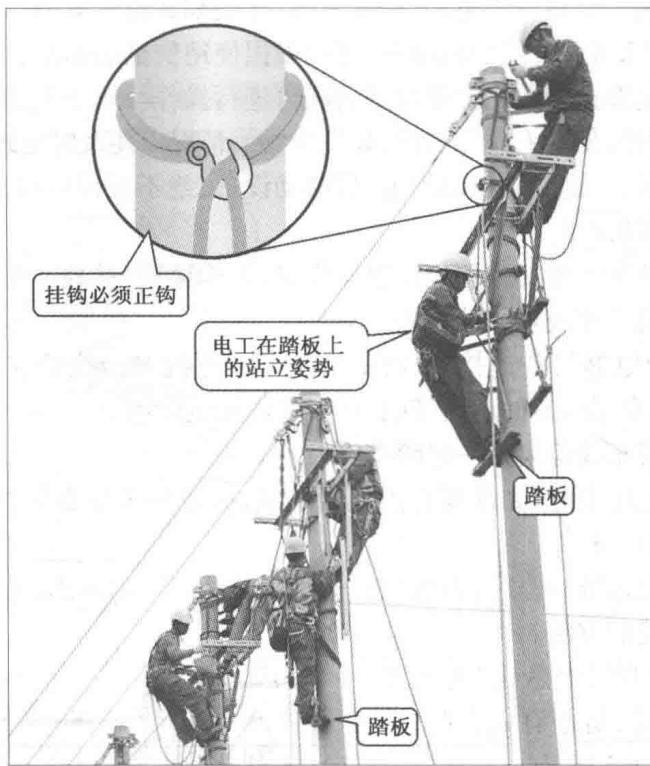

图 1-6 踏板的检查
⑨在使用踏板前,电工应先检查有无裂纹、腐蚀,并须经过人体冲击试验后才能使用。人体冲击试验即将全身踏在踏板上猛蹬踏板,检验板和绳能否承受人的冲击力。使用踏板工作时还需注意绳扣的挂钩方法,保证电工的安全,如图 1-6 所示。
⑩在使用梯子作业时,梯子要有防滑措施,踏板应牢固无裂纹,梯子与地面之间的角度以 75° 为宜,没有勾搭的梯子在工作中要有人扶梯。使用人字梯时,拉绳必须牢固。
⑪在使用喷灯时,油量不得超过容积的 3/4,打气要适当,不得使用漏油、漏气的喷灯,不准在易燃物品附近点燃或使用喷灯。
⑫在安装或维修高压设备时(如变电站中的高压变压器以及电力变压器等),导线的连接、封端、绝缘恢复、线路布线以及架线等基本操作,都应严格遵守相关的规章制度。